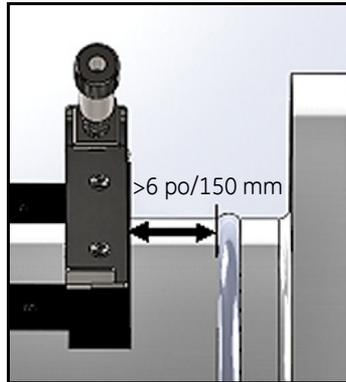

Figure 10 : Ajustement de la position de la fixation
3. Ajustez la position de la fixation à pinces de telle sorte que le bord extérieur de l'embout le plus proche soit placé à la distance choisie depuis l'entrée ou la sortie la plus proche ou le joint ou raccord le plus proche sur la conduite (voir la *Figure 10* ci-dessous).